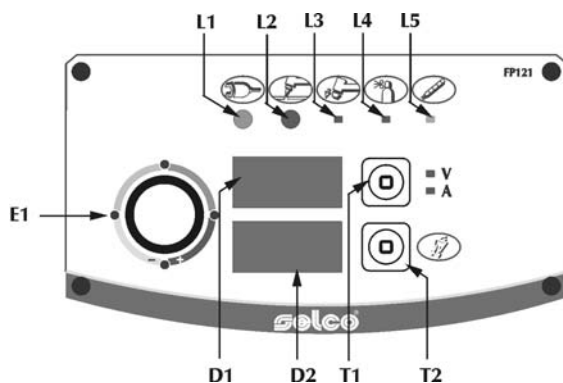
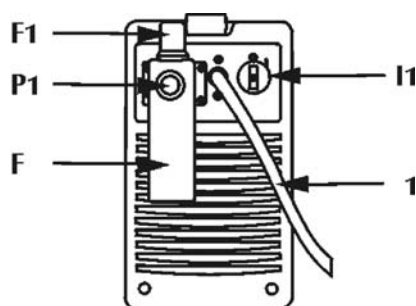

Fig.1
Fig.2
4.1 Tablero de mandos delantero (Fig. 1)
Se enciende con el interruptor "I1" en posición "I" en el cuadro de mandos trasero (Fig.2). Indica que el equipo está encendido y bajo tensión.
4.2 Panel de comandos traseros (Fig. 2)
2. Conectar la alimentación del aire comprimido por medio de una unión de 1/4 de pulgada a la prisa del aire P1 en la unidad de filtro F (fig. 2). La presión debe asegurar por lo menos 5 bar con capacidad mínima de 200 litros por minuto.
Presione el pulsador de test gas (T2 de Fig. 1) de tal modo que desairee de posibles residuos e impurezas el circuito del aire comprimido, luego alzar y hacer girar el botón para la regulación de la presión (F1 fig.2) hasta leer en el display D2 una presión de 5 bar (efectuar esta operación teniendo presionado al mismo tiempo el pulsador de test gas para realizar la regulación con el circuito del aire abierto).